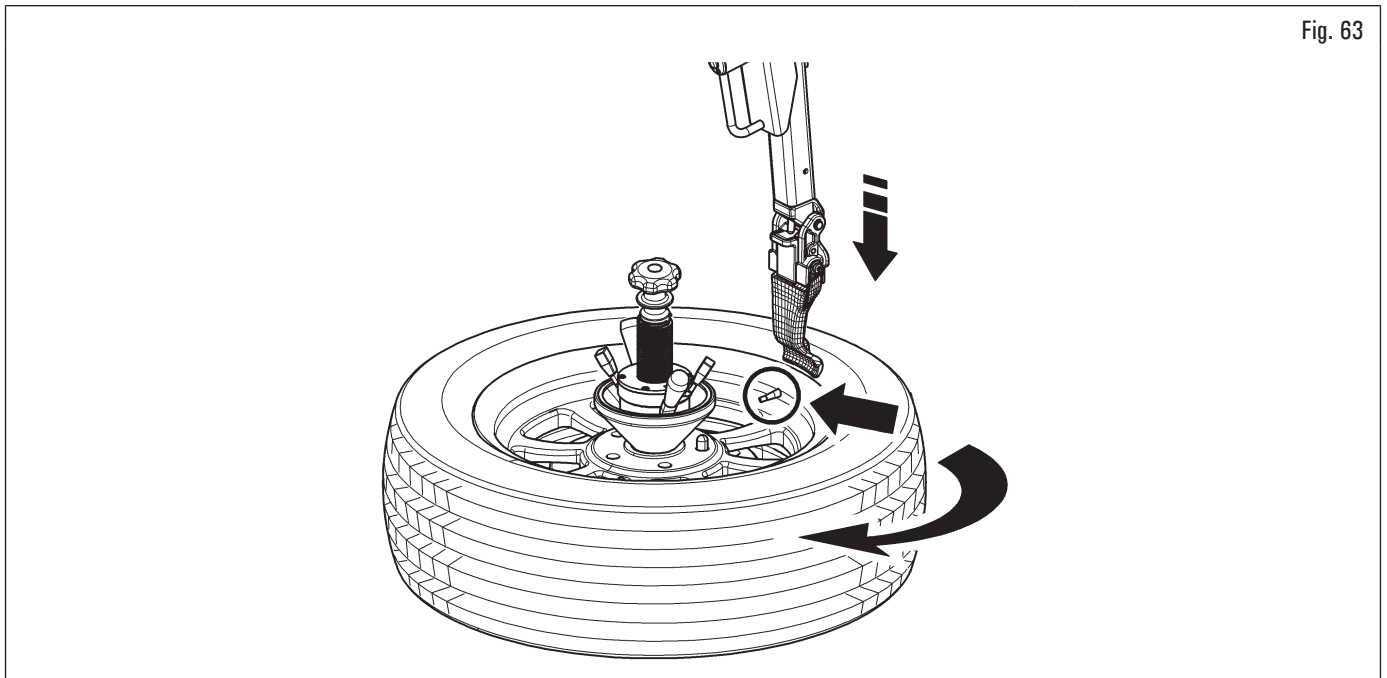

Fig. 63
1. Appuyez sur le poussoir de descente de la tête outil (Fig. 6 réf. C (INF)) et placez-la sur le pneu sans pousser. Tourner simultanément la roue jusqu'à ce que la soupape soit positionnée en correspondance avec la tête outil (voir Fig. 63) ;